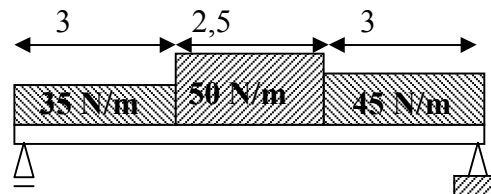

Figura 1
a) Representar los diagramas de fuerza cortante y momento flector para la barra cargada representada en la Figura 1 indicando valores significativos y sus distancias (10 puntos).